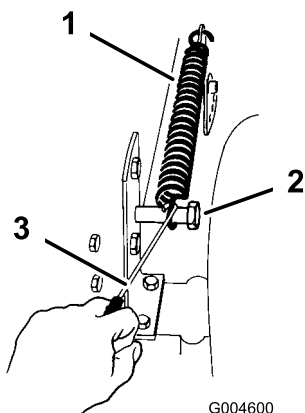

Figura 39
9. Retire el muelle de elevación asistida de la altura de corte del perno de retención (Figura 39), usando la herramienta suministrada con el tractor.
19. Enganche el muelle de elevación asistida de altura de corte sobre el perno de retención (Figura 39), usando la herramienta suministrada con el tractor.